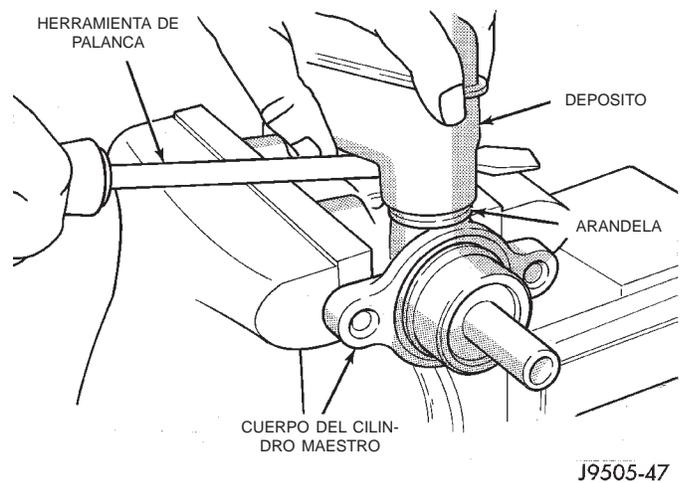

Fig. 42 Separación del depósito
(3) Inmovilice el cuerpo del cilindro en una mordaza con mandíbulas protectoras de latón.
(4) Separe el depósito de las arandelas de goma con una herramienta de palanca (Fig. 42).